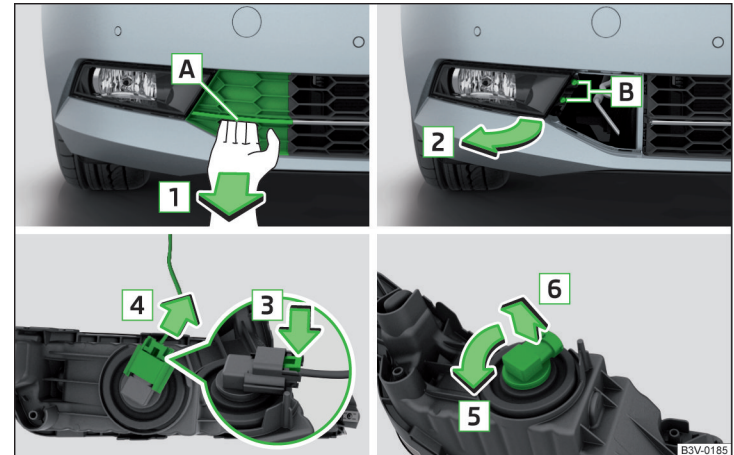

Abb. 274 Nebelscheinwerfer ausbauen / Glühlampe wechseln
- › Den Nebelscheinwerfer entgegen der Pfeilrichtung **2** » Abb. 274 einsetzen und festschrauben.